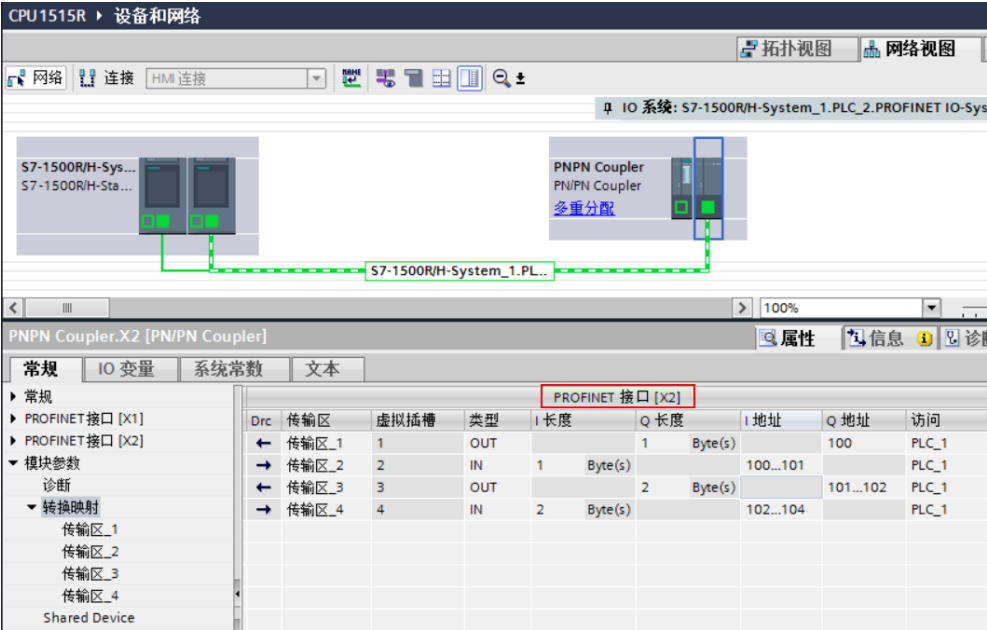

图 2-22 创建 X2 接口下的传输区
5) 网络配置完成后，进入“模块参数/转换映射” 鼠标滑动到最右侧，在 X2 侧创建传输区，如图 2-22。这里的传输区设置要与之前 X1 侧设置的传输区相对应，见表 2-3。